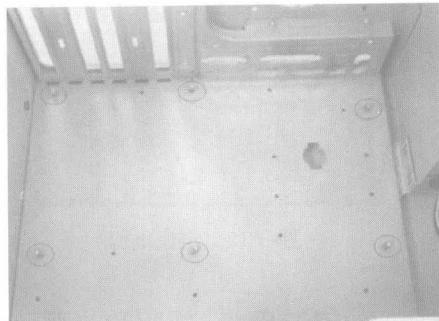
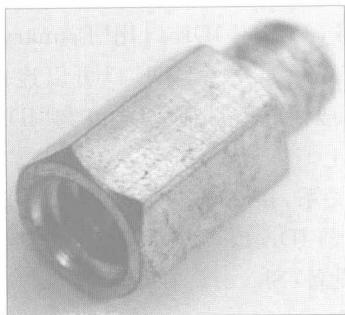
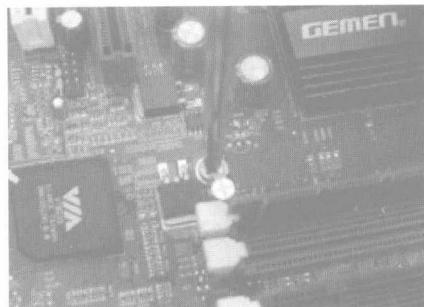

图 1.16 安装固定主板的螺丝帽
图 1.17 固定主板的螺丝帽
图 1.18 固定主板
(1) 平放好机箱,将固定主板的螺丝帽拧进机箱上对应的孔里,如图 1.16 和图 1.17 所示。
(2) 将已经安装了 CPU 和内存条的主板放入机箱,注意主板上定位孔与前面拧好的螺丝帽对应,主板侧面的接口和机箱侧面的孔相也要相对应。
(3) 用螺丝钉将主板固定在机箱托板上,如图 1.18 所示。